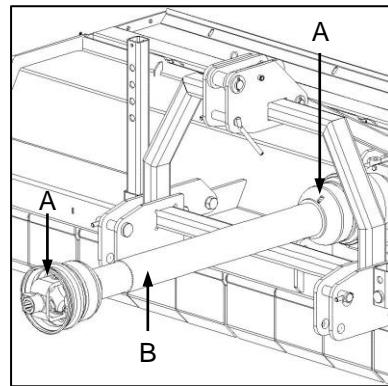

Fig. 8
- ✓ Apply grease to the universal joints (Fig. 8-A) and telescopic tubes (Fig. 8-B) of the PTO shaft.
- ✓ Ghries die kruiskoppelings (Fig. 8-A) en teleskopiese buise (Fig. 8-B) van die kragaftakkeras.